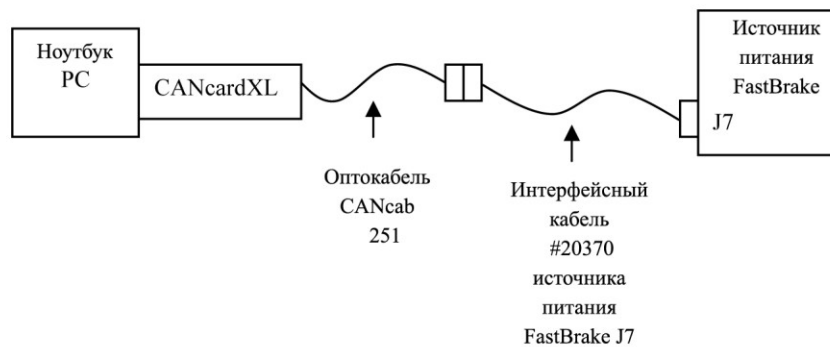

Рисунок 5 – Подключение кабеля интерфейса J7 FastBrake
4. Для персонала технической службы WRE, использующего кабель интерфейса, необходимо подключить оптоволоконный кабель CANcab 251 к контакту 9 сверхминиатюрного соединителя распределительной коробки, а цилиндрический штепсельный разъем к разъему J7 источника питания SDIS. См. Рисунок 5.